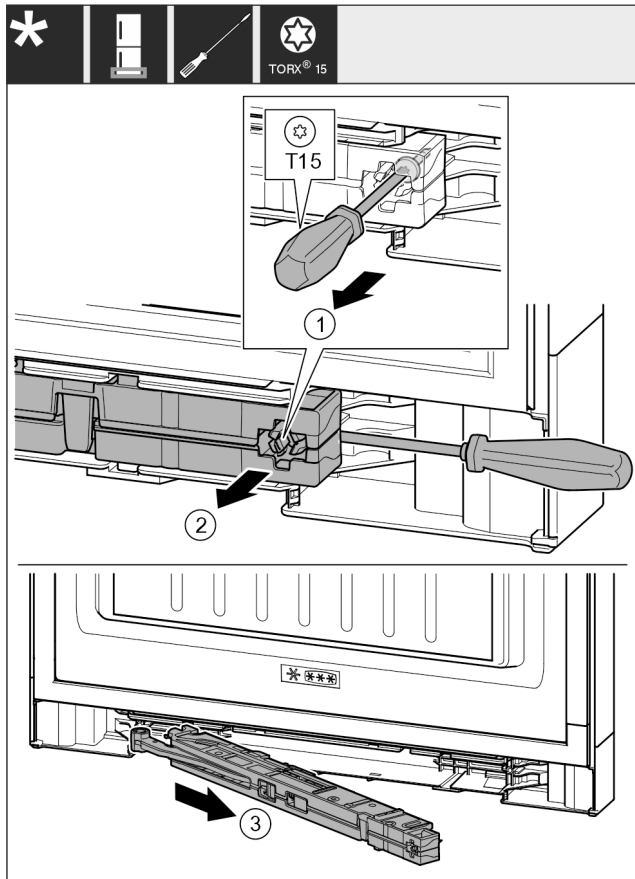

Fig. 17
- ▶ Allentare la vite Fig. 17 (1) sull'unità ammortizzatore di chiusura di 14 mm.
- ▶ Estrarre l'unità ammortizzatore di chiusura Fig. 17 (2) dal lato della maniglia facendo leva in avanti con un cacciavite.
- ▶ Estrarre l'unità ammortizzatore di chiusura Fig. 17 (3).